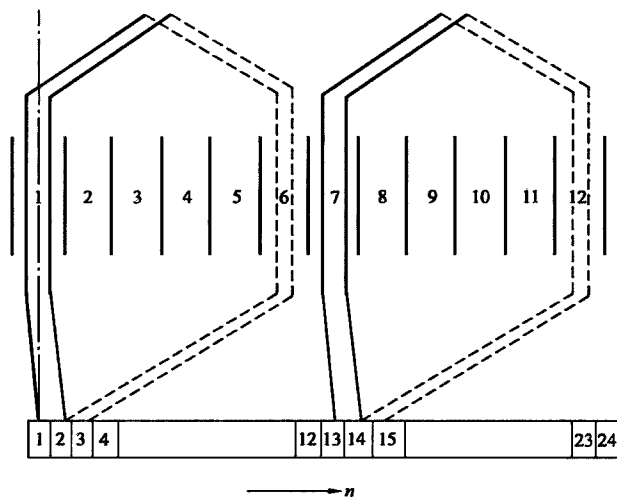

图 5-21 JIZ-13 型转子绕组展开图 (1)
4. JIZ-13 型转子绕组展开图 (1) (见图 5-21)